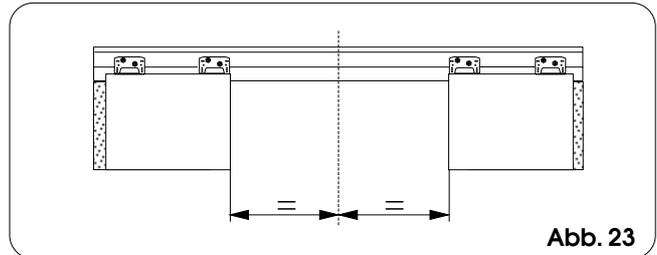

Abb. 23
- ➔ Die geöffneten Flügel mit gleichem Abstand zur Spiegelachse des Querträgers (die auch die Schließkante darstellt) positionieren. Dabei ist auf Abb. 23 Bezug zu nehmen.